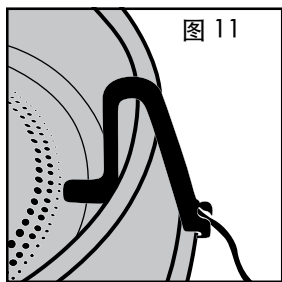
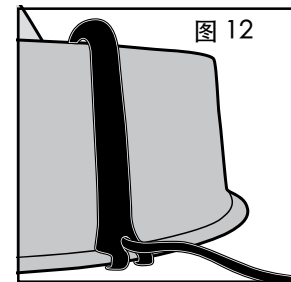

图 11
图 12
11. 拿一个塑料电线夹，与悬在水槽边缘上方的电源线对齐。利用水槽外面的两爪端头（参见图 11），将电线夹一直滑动到底，卡入水槽底部（参见图 12）。